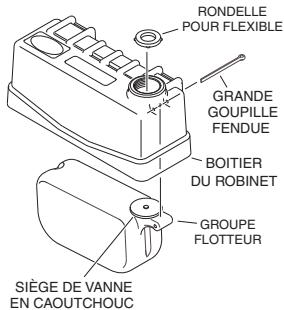

Figure 1
- Placez le groupe flotteur à l'intérieur du boîtier de robinet puis faites glisser la grande goupille fendue de 2 pouces 1/4 à travers le boîtier et le groupe flotteur (voir figure 1). Écartez légèrement les extrémités de la grande goupille fendue à l'aide des pinces. Lorsqu'il est correctement monté, le groupe flotteur doit pivoter librement autour de la goupille fendue à l'intérieur du boîtier de robinet.